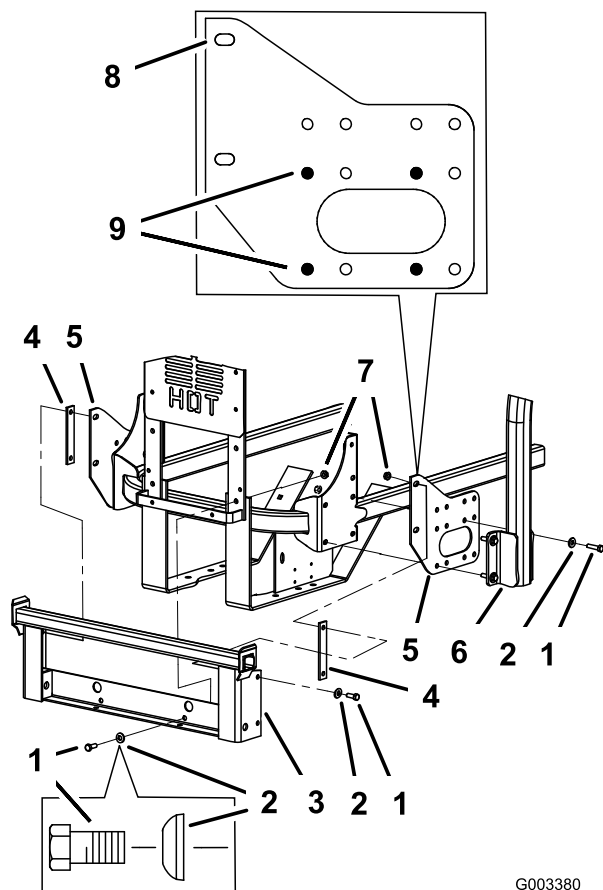
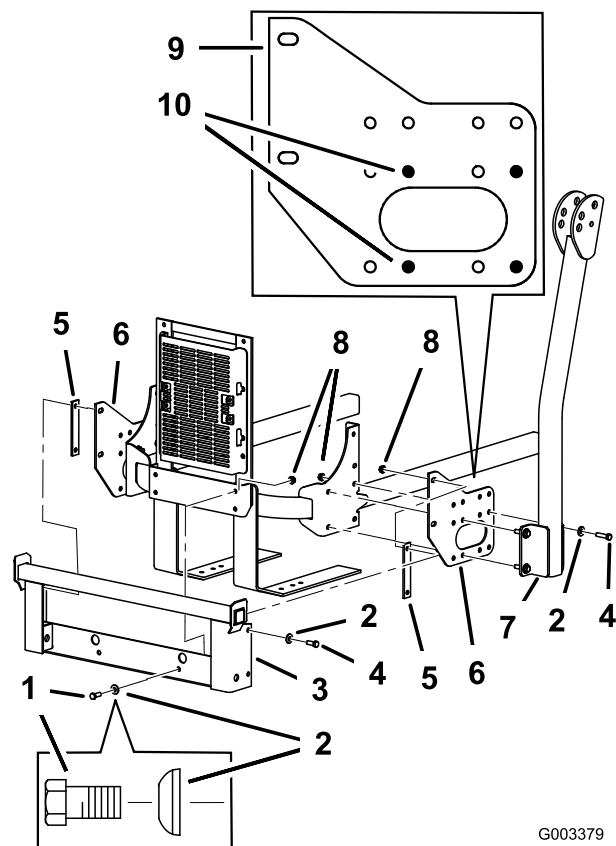
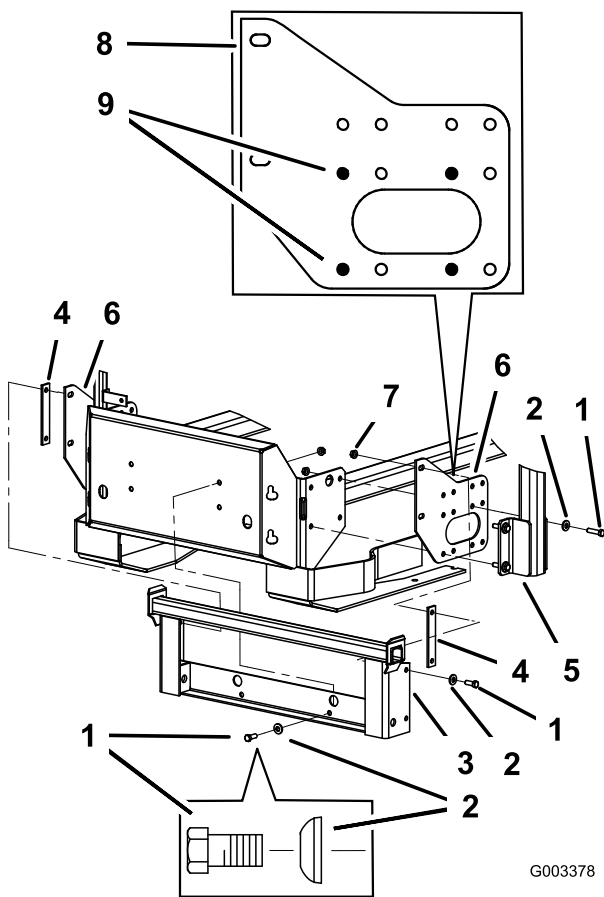

Figura 4
Figura 5
Figura 6
las tuercas, los pernos y las arandelas (Figura 4, Figura 5 y Figura 6).
2. Instale la placa lateral del ensacador y la sección de la barra de rodillo al lateral de la máquina con 4 pernos (3/8 x 1-1/2 pulgadas), 4 arandelas curvadas (3/8 de pulgada) y 4 tuercas con arandela prensada (3/8 de pulgada) tal como se muestra en Figura 4, Figura 5 y Figura 6.
3. Repita los pasos detallados arriba en el otro lado (Figura 4, Figura 5 y Figura 6).
Nota: Asegúrese de que las arandelas curvadas están instaladas, según se muestra en Figura 4, Figura 5 y Figura 6.
4. Instale el soporte de montaje del ensacador a los soportes del ensacador en los laterales izquierdo y derecho con 4 pernos (3/8 x 1-1/2 pulgadas), 4 arandelas curvadas (3/8 de pulgada) y 4 tuercas con arandela prensada (3/8 de pulgada) tal como se muestra en Figura 4, Figura 5 y Figura 6.
5. Instale el soporte de montaje del ensacador al bastidor trasero de la máquina con 2 pernos (3/8 x 1-1/2 pulgadas) (use 2 pernos [3/8 x 1 pulgada] para las máquinas Z593 tal como se muestra en Figura 5), 2 arandelas curvadas (3/8 de pulgada) y 2 tuercas con arandela prensada (3/8 de pulgada) tal como se muestra en Figura 4, Figura 5 y Figura 6.
3. Si el soporte de montaje del ensacador se mueve de lado a lado 0,32 cm (1/8 de pulgada) o más, instale uno o ambos espaciadores entre el soporte de montaje y las chapas de montaje del ensacador (Figura 4, Figura 5 y Figura 6).